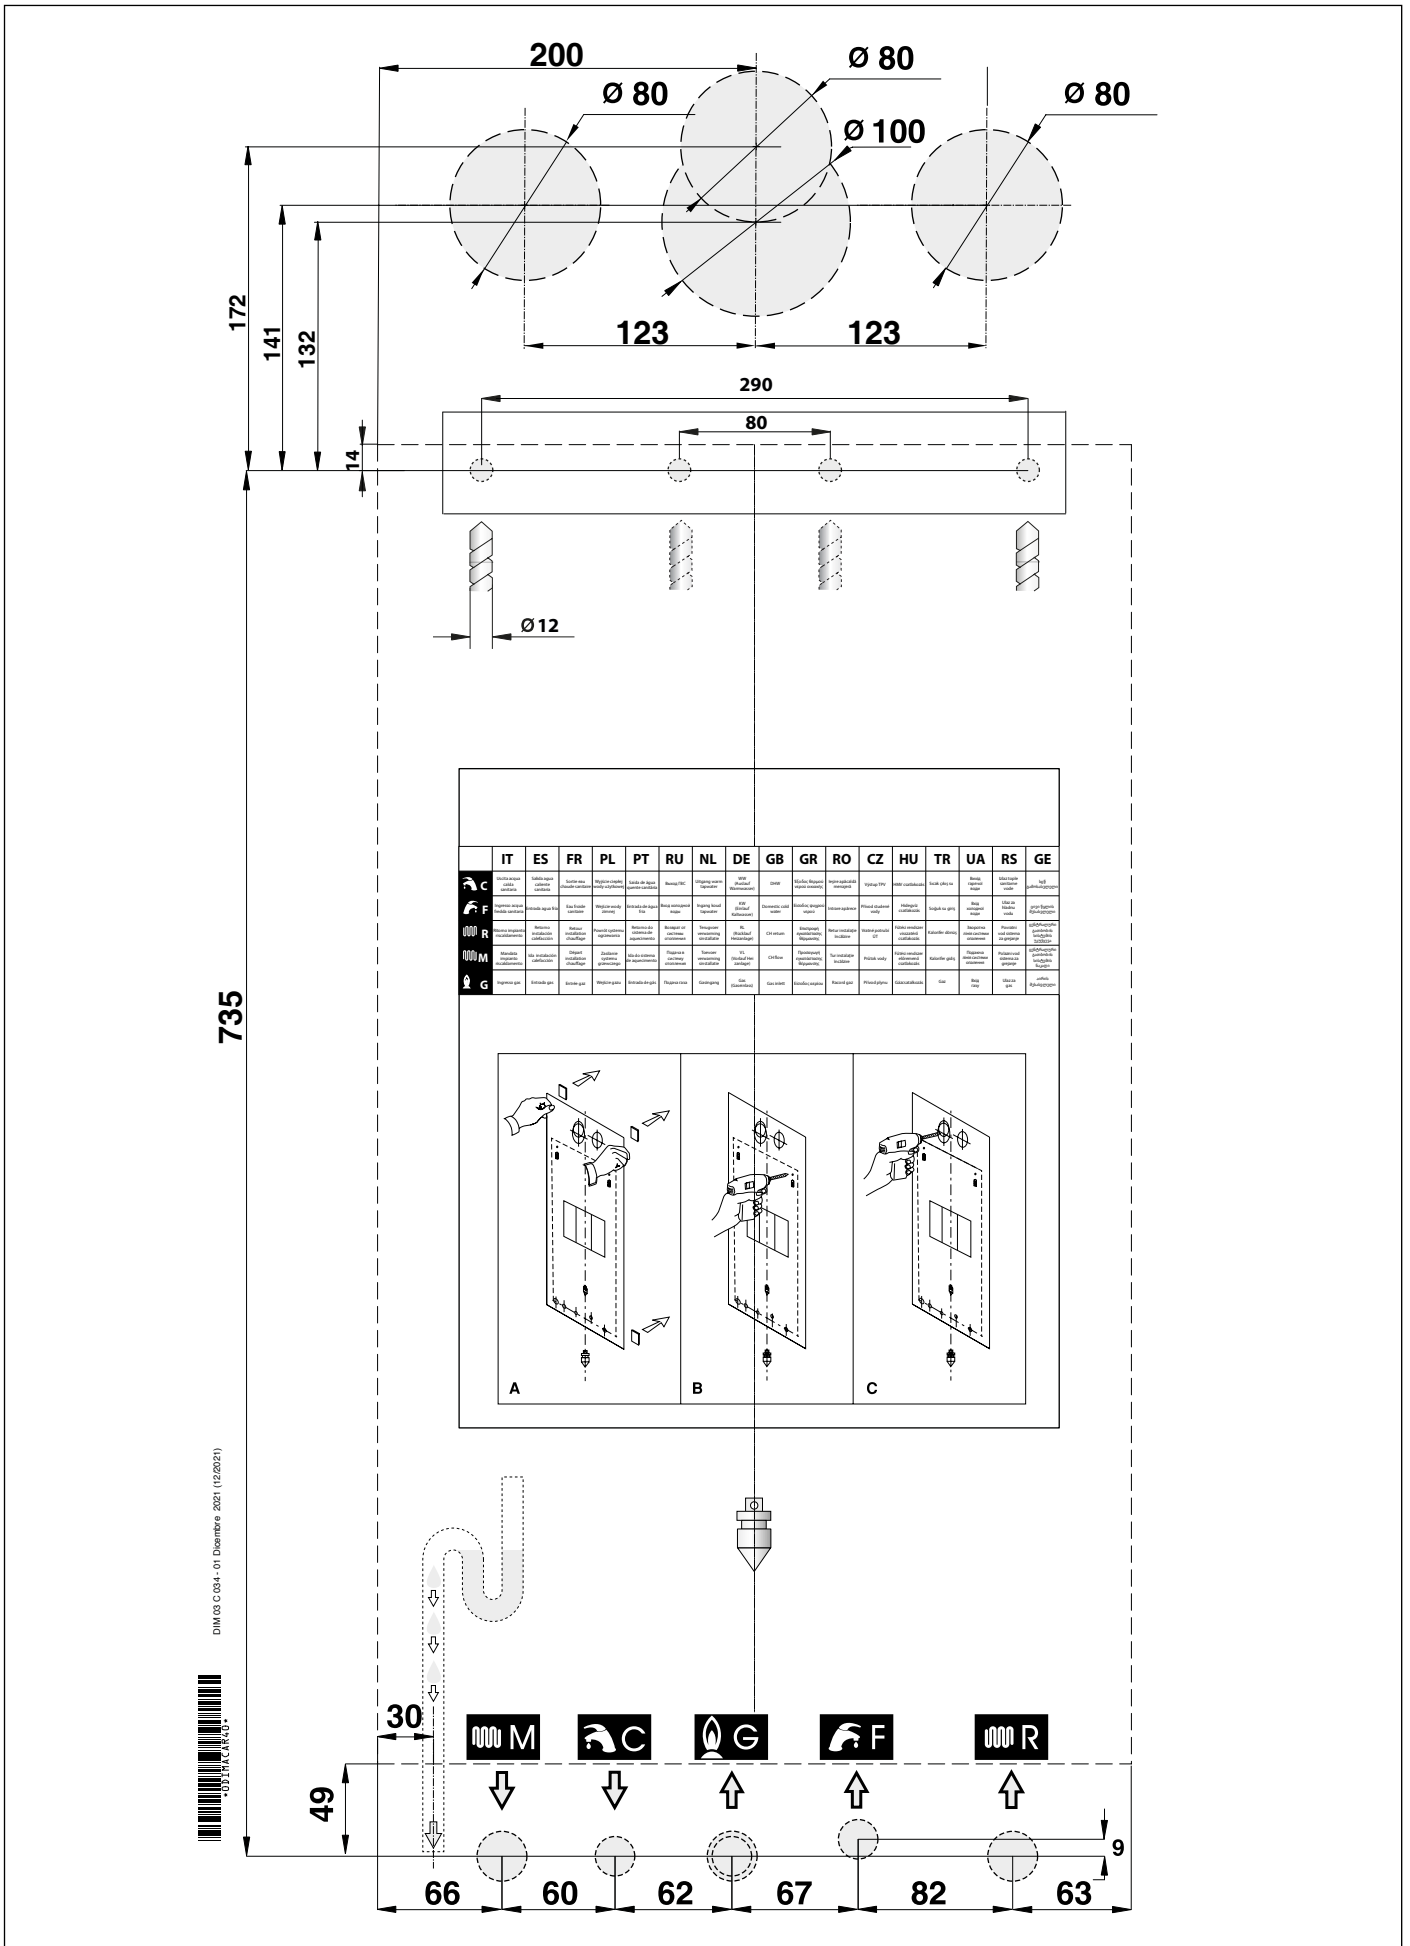

Fig. 3 Dima in carta
- » la dima di fissaggio della caldaia al muro (Vedi Fig. 3 Dima in carta);
Ogni apparecchio è corredato di un'apposita dima in carta contenuta nell'imballo (vedi Fig. 3 Dima in carta).